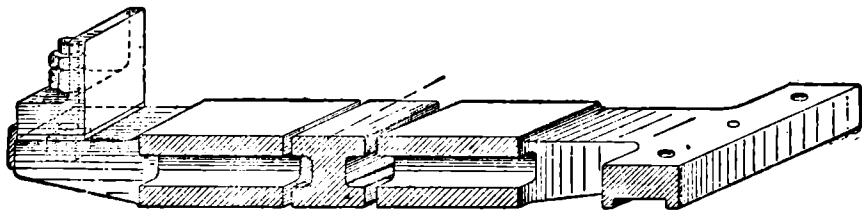

Рис. 81. Поршневая параллель пар. сер. Эу.
**Параллель.** Стальная параллель (обычно не закаливается) служит для направления движения крейцкопфа (рис. 81). Одним концом параллель скрепляется с приливом задней цилиндровой крышки, а другим с кронштейном, прикрепленным к раме паровоза. Каждый конец параллели прикреплен двумя надежными болтами. Поверхности, по которым скользит крейцкопф, тщательно